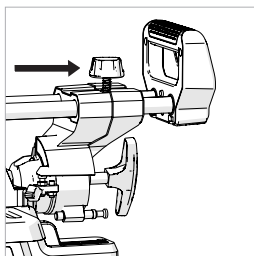

Fig. 37
- Serrare la manopola di blocco scorrimento. (**Fig. 37**)